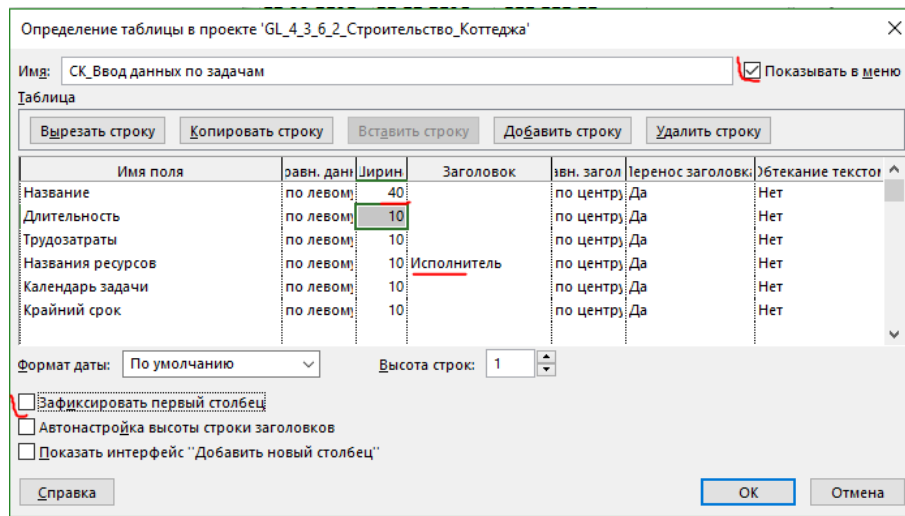

Рисунок 4.51 – Задание параметров новой таблицы
4. В окне «Определение таблицы в проекте ...» (см. ниже рисунок 4.51):